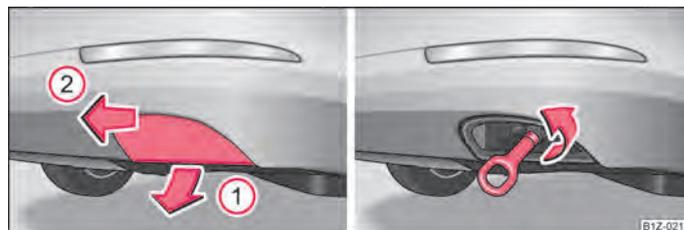

Fig. 175 Parachoques traseiro: Desmontagem da tampa / Pára-choques traseiro: Montagem do olhal de reboque
- Puxe para baixo no sentido da seta **1** ⇒ Fig. 175 para desbloquear a parte inferior da tampa.
- Enrosque, manualmente, o anel de reboque para a esquerda, até ao batente ⇒ Fig. 175 - à direita, e aperte-o tanto quanto possível. Para o aperto, recomendamos que utilize p. ex. a chave de rodas, o anel de fixação de outro veículo ou um objecto semelhante, que possa passar pelo anel.